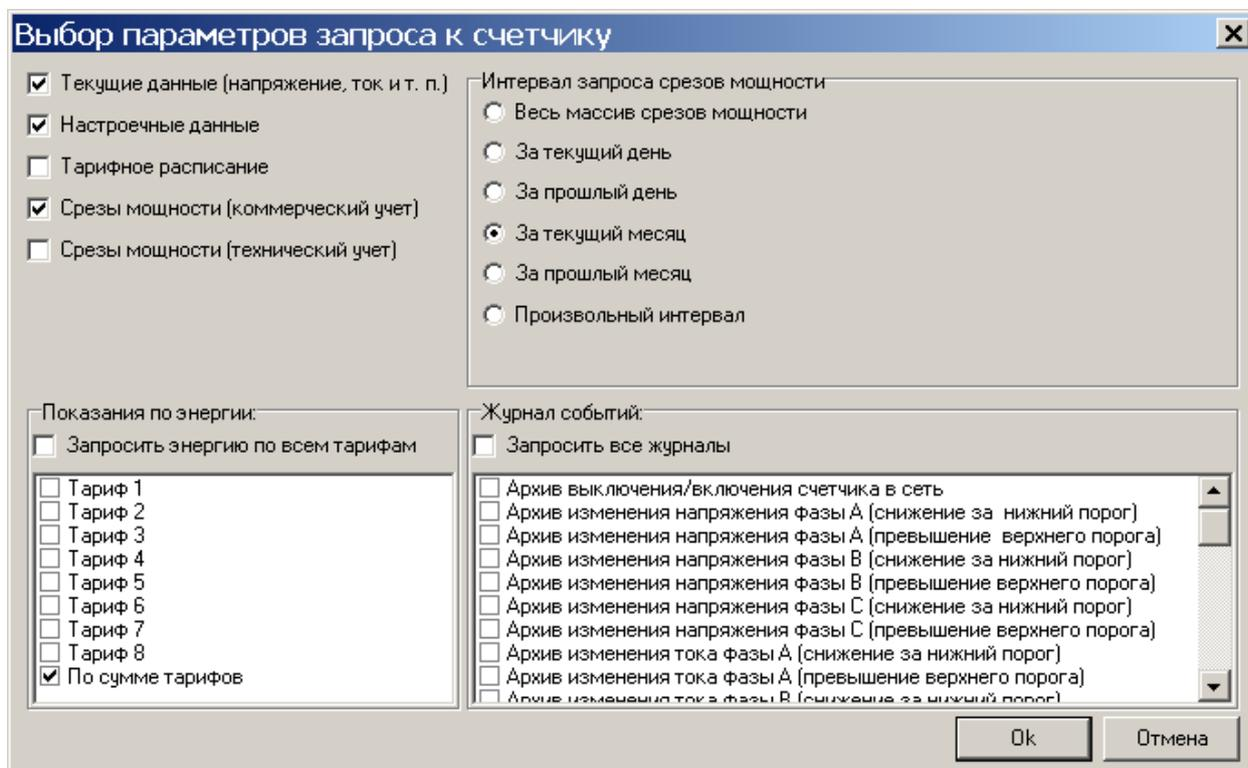

Рисунок 3.6
3.3.1.10 Для осуществления бездресного запроса следует нажать кнопку *Бездресный запрос*, в появившемся окне *Выбор параметров запроса к счетчику* (рисунок 3.6) указать, какие данные необходимо запросить, и нажать кнопку *Ок*.